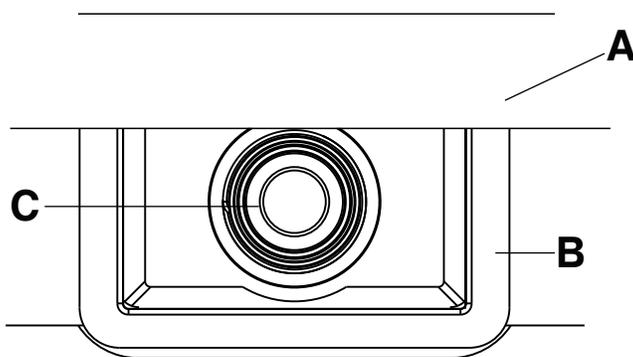
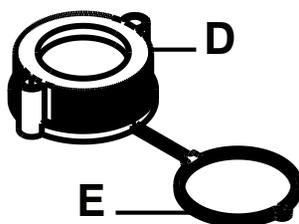

Figure 8 – Caisson de fixation pneumatique et corps de clapet
Figure 9 – Capuchon et attache
2. Saisir le corps de clapet (C) et le tirer vers l'extérieur afin que le caisson de fixation pneumatique (B) se déploie à l'extérieur de la housse de la surface de support (A) (Figure 8).
3. Pousser l'attache (E) (Figure 9) sur le corps de clapet (C) (Figure 8). Tourner l'attache (E) dans le sens des aiguilles d'une montre jusqu'à ce qu'elle dépasse les filetages du corps de clapet (C).
4. S'assurer que le capuchon (D) (Figure 9) se visse sur le corps de clapet (C) (Figure 8).
5. Repousser le caisson de fixation pneumatique (B) à l'intérieur de la surface de support.